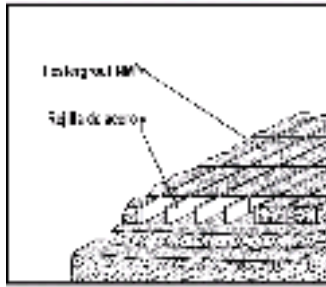

Fig. 7. Piso entre reforzado
- Pisos de concreto extra reforzados (fig. 7)